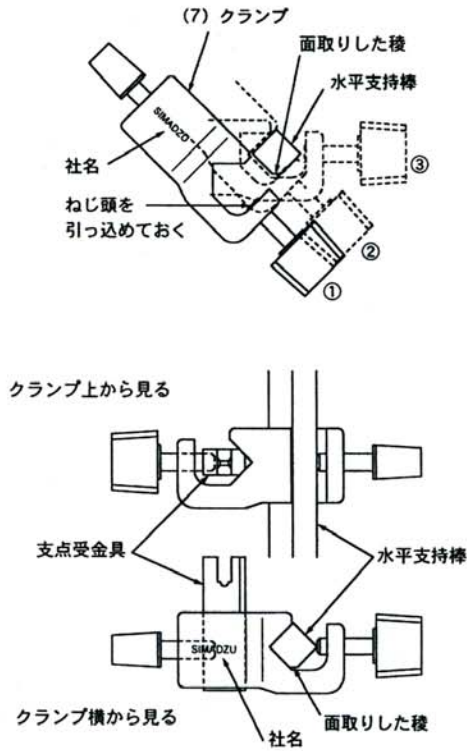
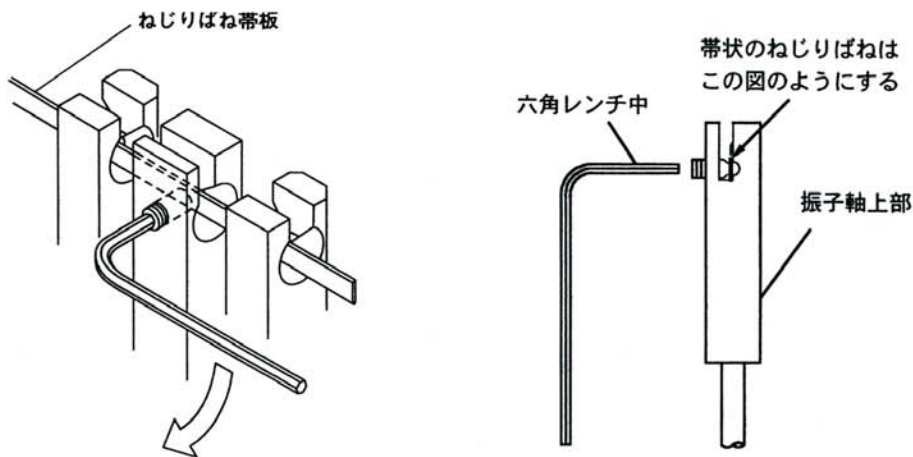

図5. 組立の3, 組立の4
図8.組立の7
4.5 (図5. 参照) ・(7)クランプを水平支持棒に取付けます。クランプのねじ先を引っ込め、斜めから差込みねじ止めします。
4.14 (図8.参照) ・ (12) ねじりばね (帯鋼) のときは図8.をよく見て取付けてください。
4.16 ・ (8) 固定端金具はねじりばねの端を固定端にする場合に使います。クランプの支点受金具と入れ替えます。(図5. 参照) またねじりばねの固定の仕方は振り軸を固定するのと同じ要領です。(図8. 参照) ねじりばねがすべらないようしっかりねじを締め付けます。